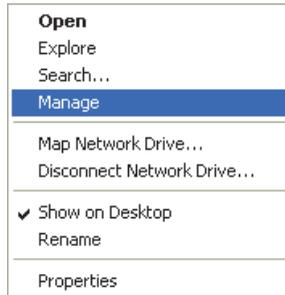

Figure 7-10 Menu contextuel de l'icône My Computer
2. Dans le menu contextuel, cliquez sur **Manage** (Gérer) [voir la Figure 7-10 à la page 222].